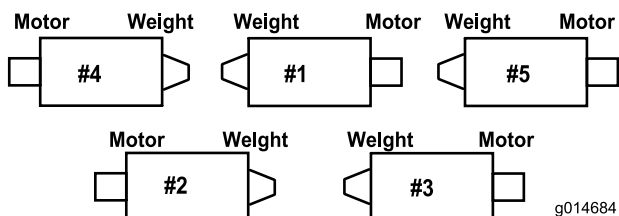

**Figura 6**
- C. Montate il bullone del tubo della molla sull'aletta opposta, sul telaio portante, e fissatelo con il dado flangiato. La testa del bullone deve essere posta sul lato esterno dell'aletta, come illustrato nella Figura 6.
D. Montate la staffa dell'asta sulle alette degli elementi di taglio usando i bulloni a testa tonda e i dadi (Figura 6).